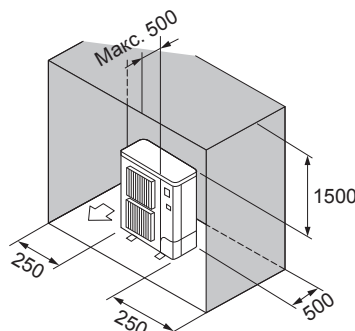

Fig. 2-7
- ⑥ Кедергілер тек артқы, бүйір жағында және одан жоғарыда (Fig. 2-7)